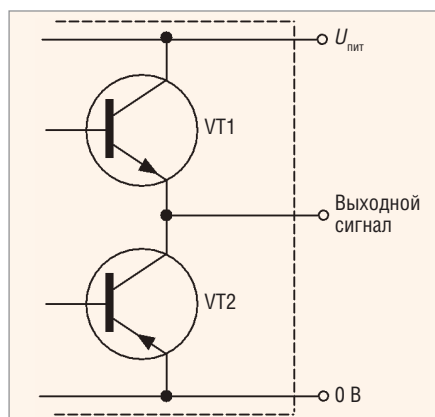

Рис. 6. Схема двухтактного выхода
3. Двухтактный (каскадный, комплементарный) выход (Push–Pull, Totem Pole). Этот тип выхода (рис. 6) построен на транзисторах различной (*n-p-n* и *p-n-p*) проводимости и имеет малое выходное сопротивление (как в состоянии логического нуля, так и в состоянии логической единицы), что позволяет увеличить ток, отдаваемый в нагрузку. Таким образом повышается нагрузочная способность и ускоряются процессы заряда и разряда ёмкости нагрузки, а следовательно, растёт быстродействие.